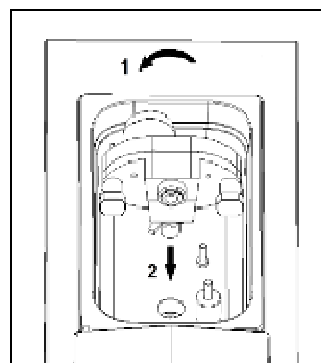

Fig. 3
- **R**imuovere la pompa ruotandola prima in senso orario (1) e poi tirandola verso il centro della vasca (2) in modo da staccarla dal suo albero di supporto (fig.3).